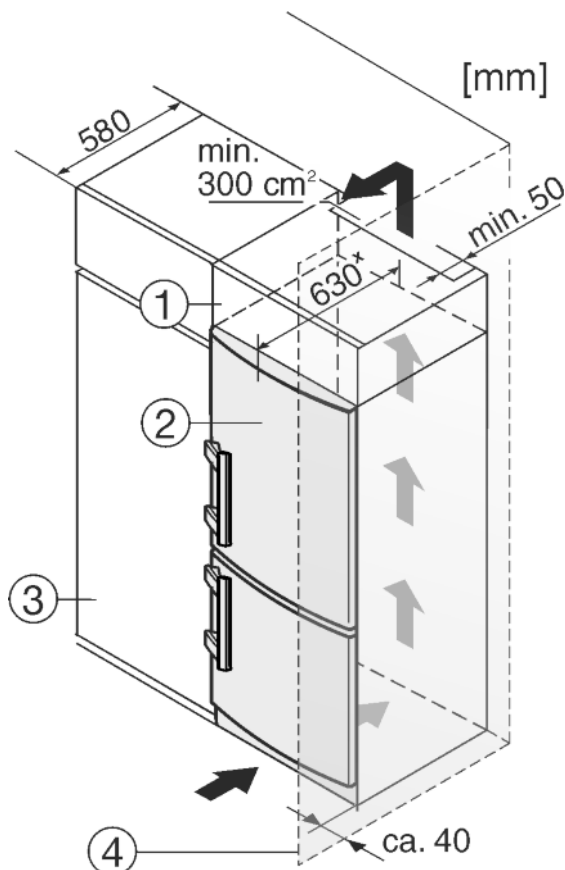

Fig. 9
L'apparecchio può essere incassato nell'arredamento per la cucina. Per adattare l'apparecchio Fig. 9 (2) all'altezza della cucina componibile, è possibile applicare sopra l'apparecchio un adeguato mobile da appoggio Fig. 9 (1).
Si la cocina posee armarios (profundidad máx. 580 mm), el aparato se puede colocar directamente junto al armario de cocina Fig. 9 (3). El aparato sobresale 34 mm\* por los lados y 50 mm\* en el centro del aparato respecto al frente del armario de cocina.
Se l'apparecchio con cerniere viene installato accanto ad una parete *Fig. 9 (4)*, la distanza minima fra l'apparecchio e la parete deve essere almeno di 40 mm, che corrisponde alla sporgenza della maniglia con la porta aperta.